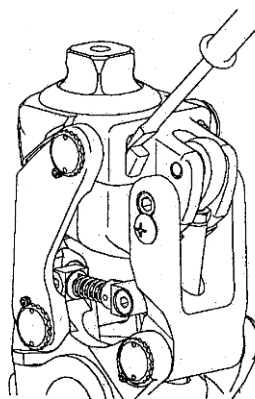

Fig. 12 :
b) Butée de flexion en caoutchouc (figure 12)